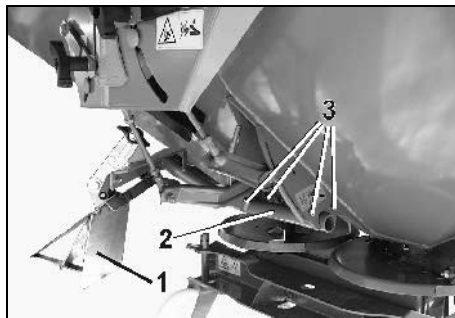

Fig. 68
- Ramen (Fig. 68/1) för gränsspridningsskärmen (Fig. 68/2) skruvas fast med de fyra infästningsskruvarna (Fig. 68/3) i gödselspridarens vinkelplåtar.